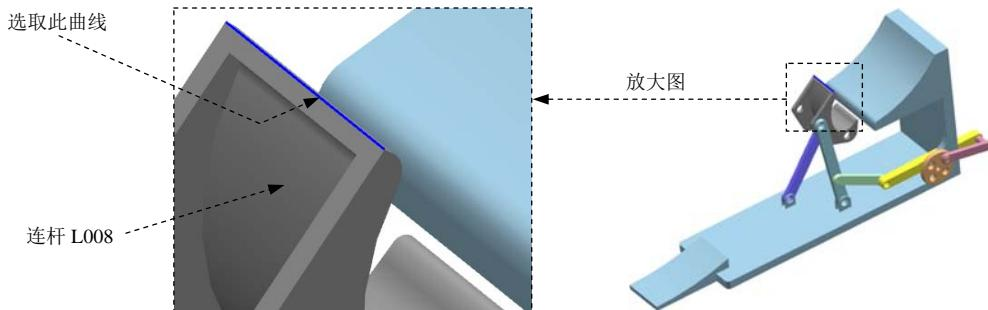

图 10.2.12 定义标记
- (1) 选择命令。选择下拉菜单 **插入(S)** → **标记(M)** 命令，系统弹出“标记”对话框。
- (2) 定义参考连杆。在系统 **选择连杆来定义标记位置** 的提示下，选取图 10.2.12 所示的连杆 L008 为参考连杆。
- (3) 定义参考点。在 **方向** 区域中单击 **\* 指定点** 按钮，在右侧下拉列表中选择“终点”  选项，在模型中选取图 10.2.12 所示的边线为原点参考。
- (4) 定义参考坐标系。在 **方向** 区域中单击 **\* 指定 CSYS**，然后在右侧单击“CSYS 对话框”按钮 ，在系统弹出的“CSYS”对话框 **类型** 下拉列表中选择  动态 选项，单击 **确定** 按钮，完成参考坐标系的定义。
- (5) 采用系统默认的显示比例和名称，单击 **确定** 按钮，完成标记的创建。